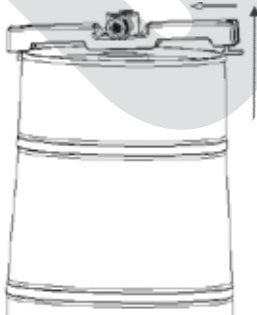

Abb.10
6. Um den Fasshalter der Anstecheinheit vom Fass zu lösen, drücken Sie den Griff der Halterungsnase nach oben, ziehen Sie dann an dieser Seite den Fasshalter nach oben weg und haken diesen dann auf der anderen Seite heraus. Ggf. ist hierfür etwas Kraft nötig. Nun kann die Anstecheinheit herausgezogen werden (Abb. 10).